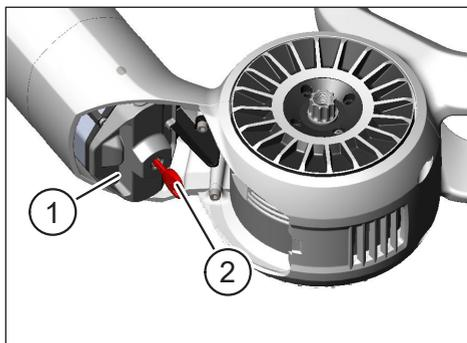

Fig. 17: Verrouiller le verrou de la batterie
- ▶ Placez le verrou de la batterie sur l'extrémité inférieure de la batterie (voir pos. 1 dans Fig. 17).
- ▶ Tournez la clé (voir pos. 2 dans Fig. 17) jusqu'en butée dans le sens inverse aux aiguilles d'une montre.